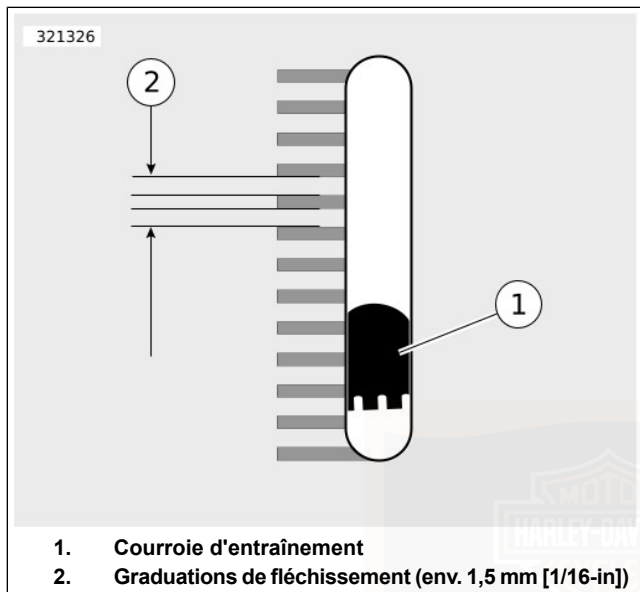

Figure 62. Fenêtre de fléchissement de la courroie
- b. **Tous les autres modèles** : voir Figure 62. Mesurer le fléchissement de la courroie (4) tout en immobilisant la jauge.